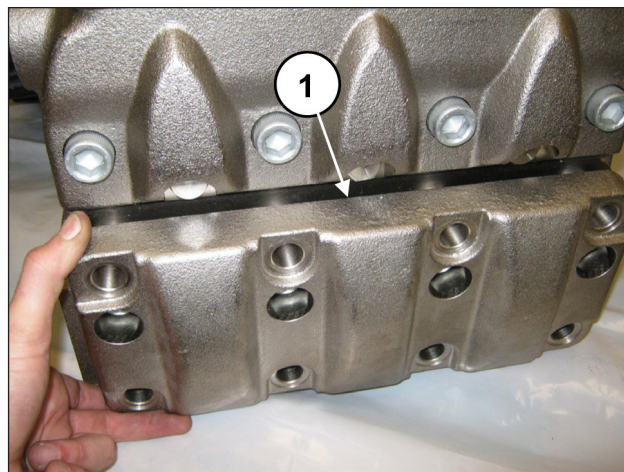
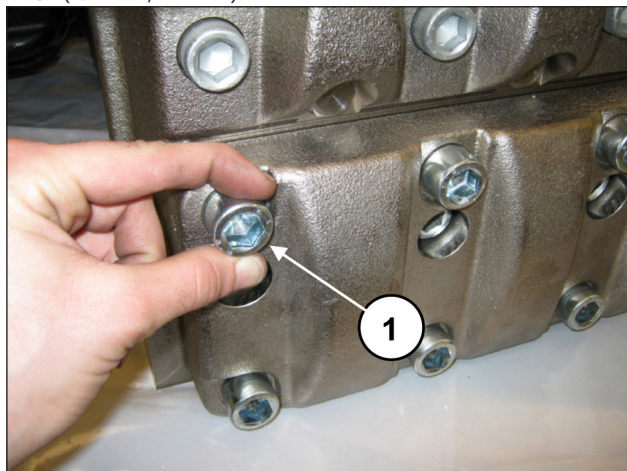

图 139
图 138
拧松吸入阀盖的8个M18x65螺丝 (位置①, 图 138)并拆除盖子 (位置①, 图 139)。